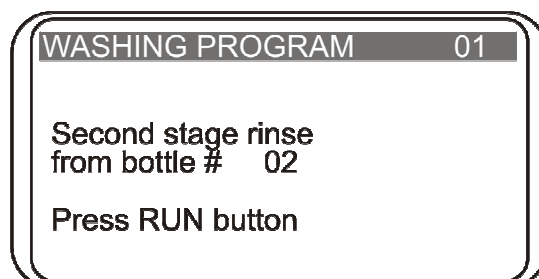

Abb. 9. Meldungen des laufenden Programms
- 4.15. Falls das Waschen auf zwei Kanälen erforderlich ist (Parameter **On two channels** (Auf zwei Kanälen) auf YES (JA) setzen), (zur Bestätigung der richtigen Flaschennummer für den zweiten Waschgang) erscheint die Meldung auf dem Display vor dem Starten des Programms (Abb. 9).
Falls Sie auf einem Kanal waschen möchten (Parameter **On two channels** (Auf zwei Kanälen) ist auf NO (NEIN)), werden die Waschparameter des zweiten Kanals nicht angezeigt. Falls wiederum zwei Kanäle eingestellt sind (Parameter **On two channels** (Auf zwei Kanälen) ist auf YES (JA)), werden die Parameter beider Kanäle angezeigt und können erforderlichenfalls angepasst werden (Tabelle 3). Bevor Sie das Waschprogramm auf zwei Kanälen starten, erscheint die Meldung (zur Bestätigung der richtigen Flaschennummer für den zweiten Waschgang) auf dem Display (Abb. 9).